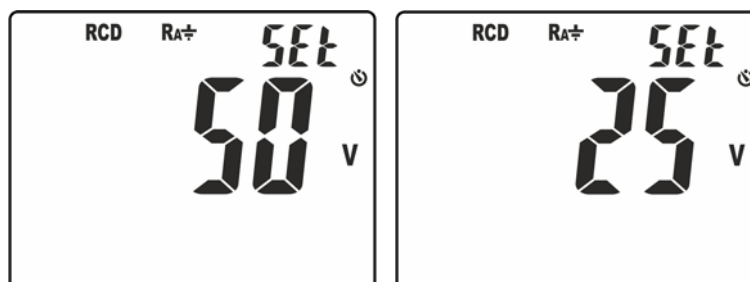

Fig. 5: Impostazione limite sulla tensione di contatto
2. Tenendo premuto il tasto **▼/Ⓢ** o **▲** accendere lo strumento ruotando il selettore. La videata di Fig. 5 – parte sinistra appare a display con simbolo "Set" lampeggiante